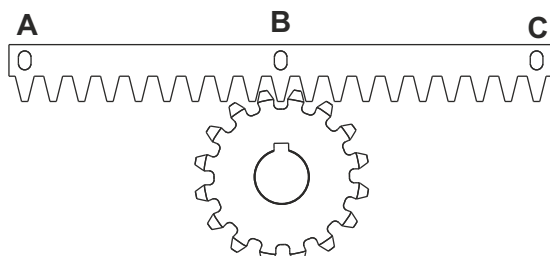
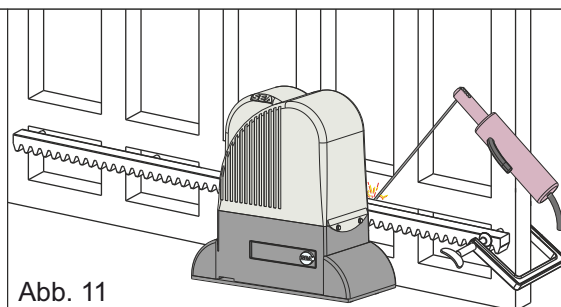

Abb. 10
Abb. 11
**5.3.** Das Zahnstangenelement parallel zur Bodenschiene des Tores, auf das Ritzel des Antriebs legen, siehe Abb. 10, ausrichten und den mittleren Stift **B** an die Torstruktur festschweißen - Abb. 11.